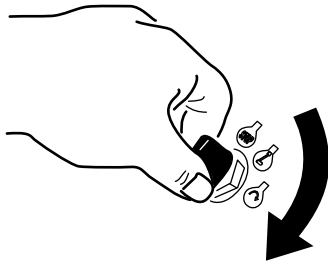

Figure 11
2. Tournez la clé de contact à la position DÉMARRAGE (Figure 11).